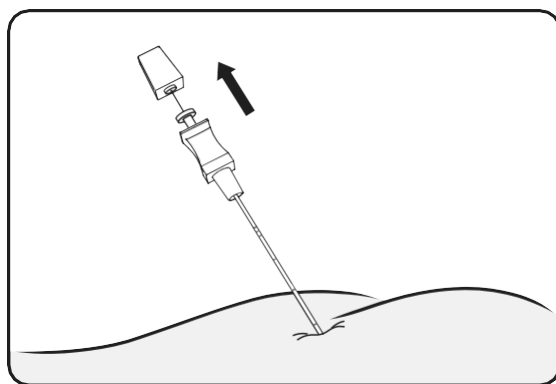

Figura 7: Retire el estilete de la aguja de foramen.
- Retire el estilete de la aguja de foramen (Figura 7).